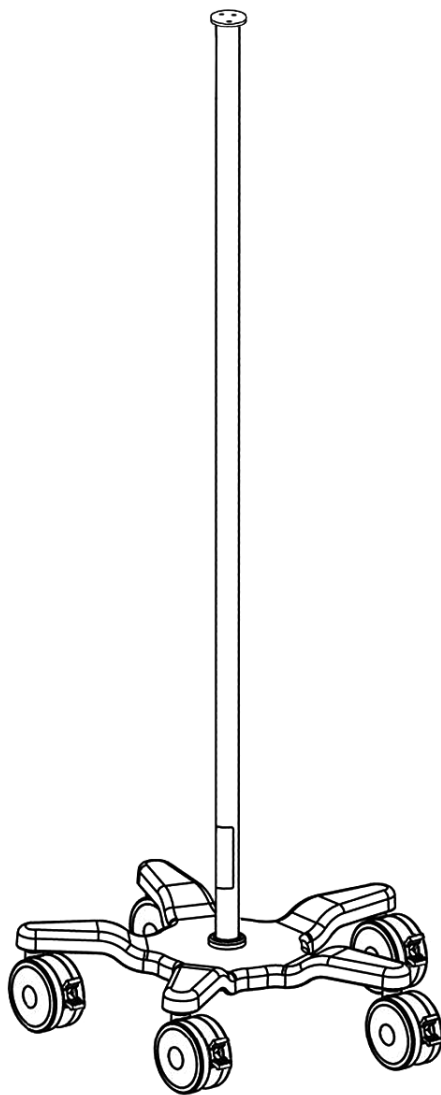

Figure 7 • Figure 7 • Abbildung 7 • Figura 7 • Figura 7 • Afbeelding 7
• Figur 7 • Figur 7 • Εικόνα 7 • Figura 7 • Obrázek 7 • 7. ábra • Rysunek 7
• 7. attēls • Şekil 7 • Рисунок 7 • 图7 • 图 7